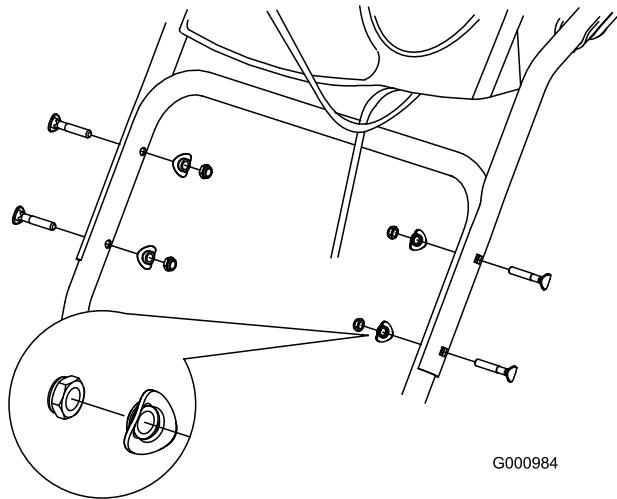

Figura 3
1. Sollevate il gruppo stegola superiore, giratelo e posizionatelo sopra la stegola inferiore (Figura 3).
2. Montate 2 bulloni per stegola, 2 rondelle curve e 2 dadi di bloccaggio nei fori della stegola inferiore (Figura 3).